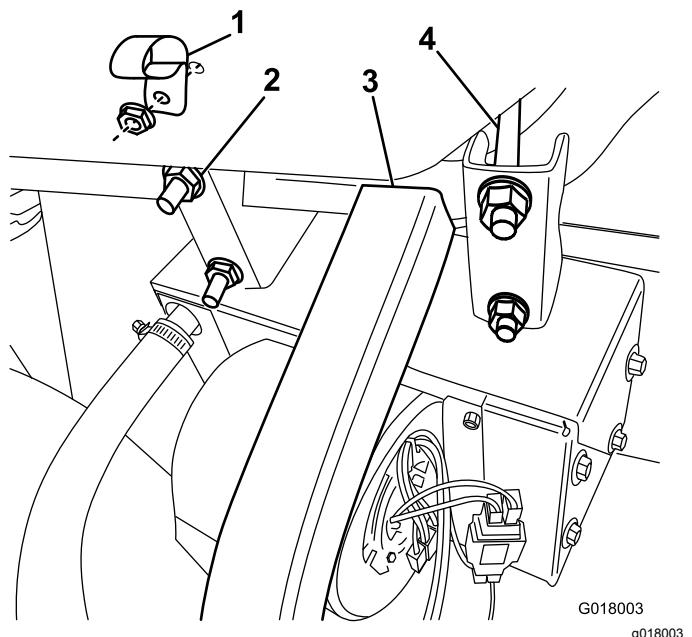

図 22
3. ヒーターとブラケットのアセンブリを、前フレームチューブに取りつけるボルトとフランジナットキットの付属品を使用し、Uフレームに軽く押し当てる程度に固定する図 22。
4. グローブボックスに R クランプを取り付けるフランジヘッドボルトとナットを使用する図 22。